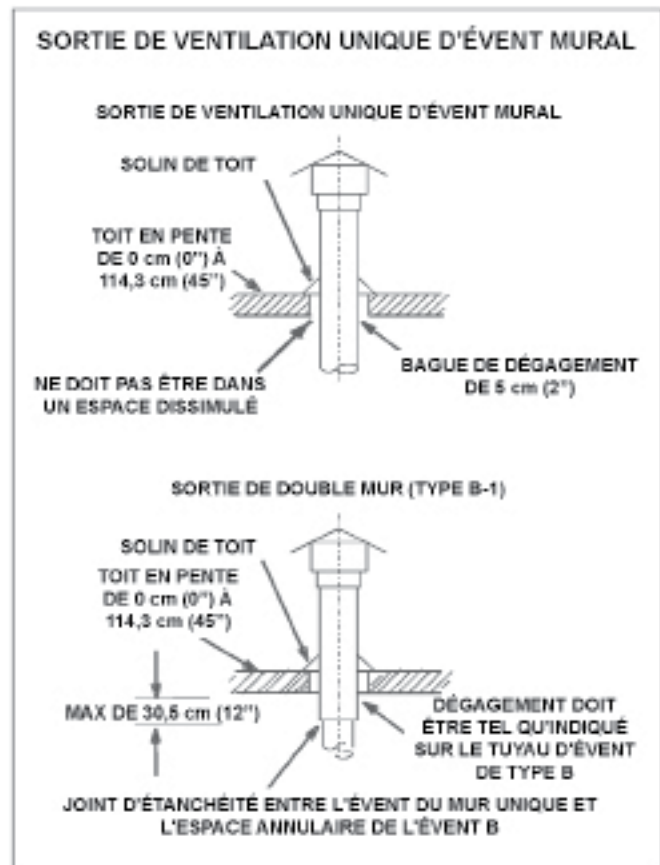

FIGURE 2
1. Les appareils de chauffage MHU/HSU doivent être utilisés avec des cheminées certifiées NFPA OU ANSI, des événements de type B-1 homologués UL, un tuyau en métal à paroi simple ou un système de chemisage de cheminée homologué pour l'évacuation des gaz brûlés s'il y a lieu, et respecter les modifications et restrictions indiquées à la **figure 2**. Vérifiez l'étanchéité du matériau de l'événement à paroi simple conformément à la section **A – Exigences et recommandations générales**.